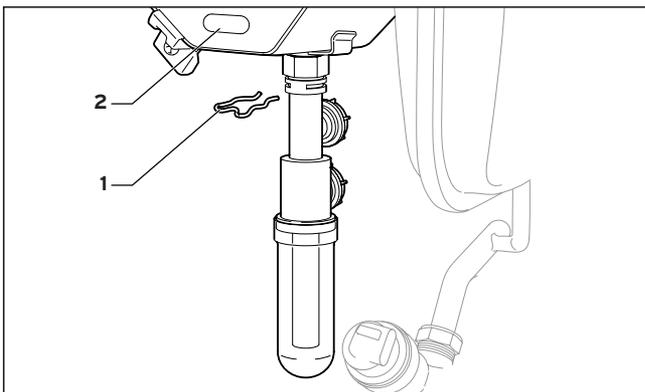

Abb. 7.6 Ausbau des Kondenswassersiphons
Zum Reinigen der Kondenswasserwege (Abb. 7.6) kann der komplette Kondenswassersiphon durch Herausziehen der Klammer (1) abgenommen werden. Danach